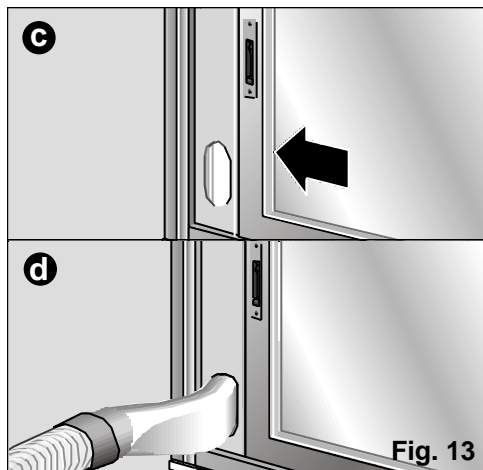

Fig. 13
- Il est également possible d'utiliser l'accessoire d'installation pour fenêtre / balcon coulissant (voir "Description des accessoires") fourni avec l'appareil, **Fig. 13: a, b, c, d**. Celui-ci sert aussi bien pour les fenêtres horizontales que verticales.